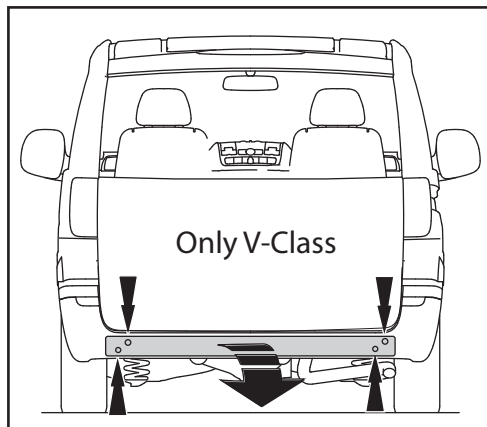

Fig.1
2. Для автомобилей Vito: Снять бампер (См. рисунок 1).
Для автомобилей V-class: Снять бампер вместе со стальным буферным брусом автомобиля. Буферный брус больше не понадо- бится. См. рисунок 1.